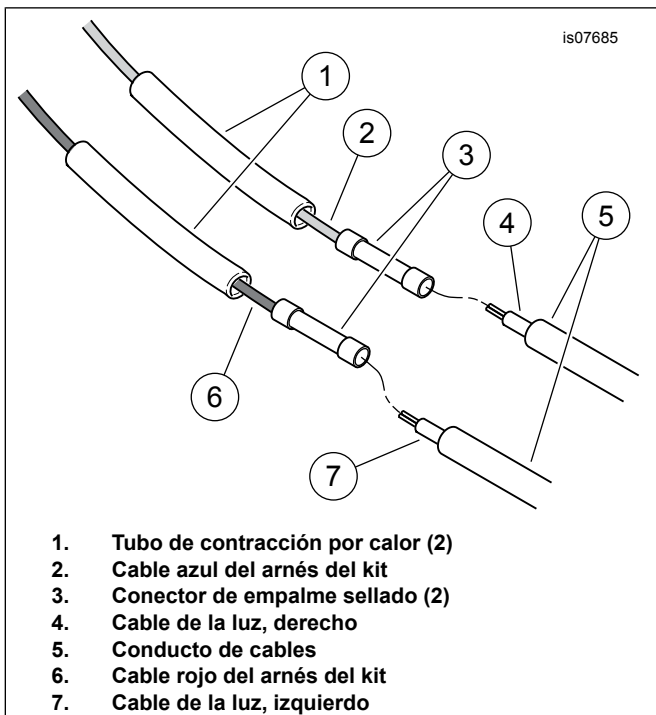

Figura 4. Conexión de los cables de la luz al arnés nuevo
12. Obtenga un pedazo de tubo de contracción por calor (13) y un conector de empalme sellado (14) del kit. Vea la Figura 4. Deslice el tubo de contracción por calor (1) sobre el cable azul (2) del arnés del kit. Engarce el conector de empalme sellado (3) al cable, usando una Herramienta para engarzar Packard (pieza № HD-38125-8) o un equivalente.
13. Lleve el cable de la luz del lado derecho (4) al conector. Recorte el cable, permitiendo que aproximadamente 25 mm (1 in) del cable se extienda más allá del conector de empalme sellado. Corte el conducto (5) aproximadamente a 38 mm (1.5 in) del extremo del cable.